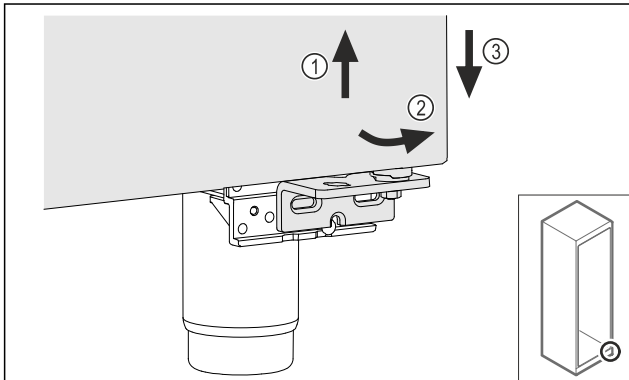

Fig. 23
- ▶ Sollevare leggermente la porta Fig. 23 (1), inclinarla in avanti sulla parte inferiore Fig. 23 (2) e abbassarla Fig. 23 (3).